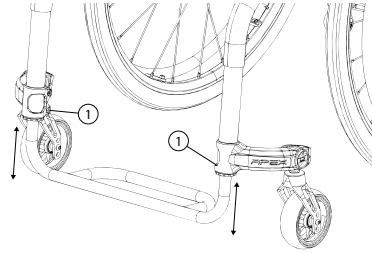

Abb. 19c
- Lösen Sie die unteren 5mm Sechskantschrauben (1) an den rechten und linken Rollenhalterklemmen (Abb. 19C).
- Ziehen Sie die Schraube (1) fest.